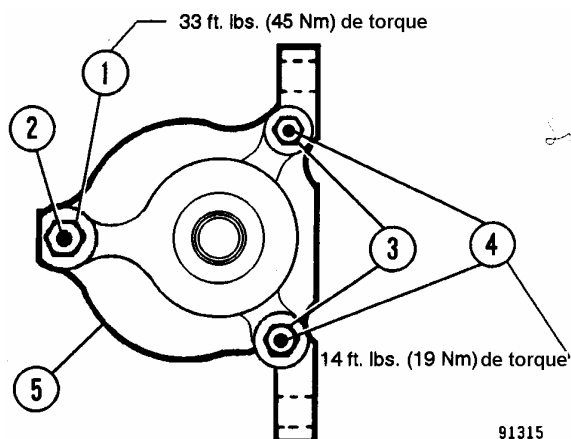

FIGURA 8-16. TORQUE DE LA TUERCA DEL TIRANTE DE ACOPLAMIENTO
5. Monte los tirantes de acoplamiento. Monte y apriete las tuercas del tirante de acoplamiento con los torques que se muestran en la Figura 8-16.